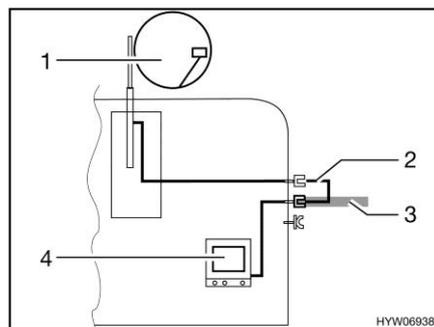

Fig. 109 TV en el vehículo
- TV en el vehículo (Fig. 109,4): Conexión a la antena del techo (Fig. 109,1) con el cable de conexión (Fig. 109,2)
- TV en el vehículo (Fig. 109,4): Conexión a antena externa (Fig. 109,3)